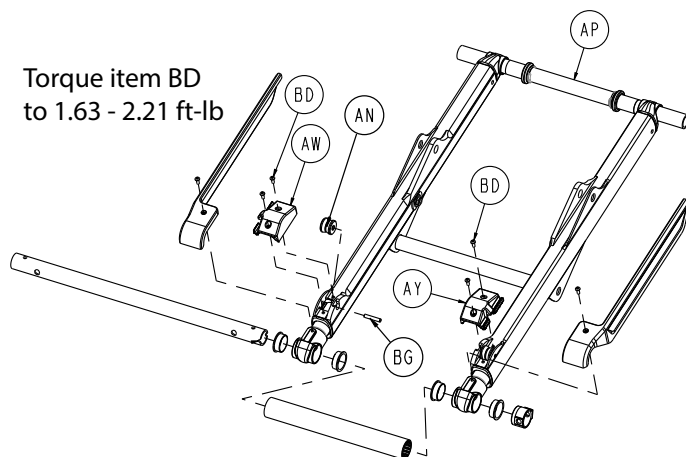

Figure 80 – Composants de l'ensemble de levage
8. À l'aide d'une clé Torx T25, retirer les deux vis d'assemblage à tête ronde (BD) qui fixent le couvercle de rouleau (AW, AY) à l'ensemble soudé du châssis en A (AP) du système de levage externe (Figure 80). Conserver les vis.
12. À l'aide d'un petit poinçon, pousser la broche de guidage (BG) à travers l'ensemble de rouleau externe (AN) (Figure 80). Retirer et conserver la broche de guidage et l'ensemble de rouleau externe.